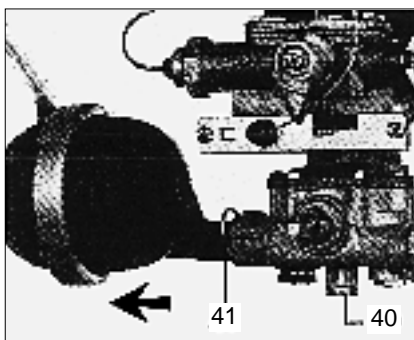

Fig.4
- Désemboîtez le dispositif en tirant dans le sens de la flèche (fig. 4).